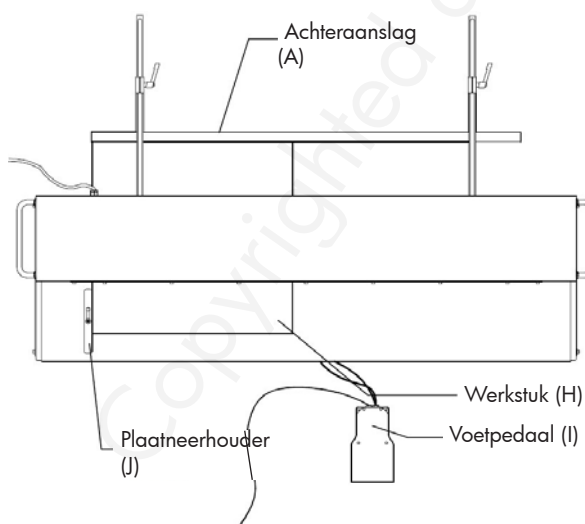

Fig. 4: Bovenaanzicht plaatschaar
1. Richt eerst de achteraanslag (fig. 4, A) aan de achterkant van de schaar door de handgrepen (fig. 4, C) los te maken, zodat de aanslag (fig. 4, A) kan worden uitgelijnd op de gewenste snijlengte.
2. Zit het werkstuk (fig. 4, H) in en druk het tegen de schaalverdeling van de plaatneerhouder (fig. 4, J), die op de juiste snijhoek kan worden afgesteld.
3. Druk het voetpedaal (fig. 4, I) zo ver mogelijk in.
4. De plaatneerhouder houdt het werkstuk vast tijdens het knippen. Duw het bovenmes door de plaat (fig. 4, H) en druk het terug terwijl u de plaatneerhouder los van de plaat maakt.